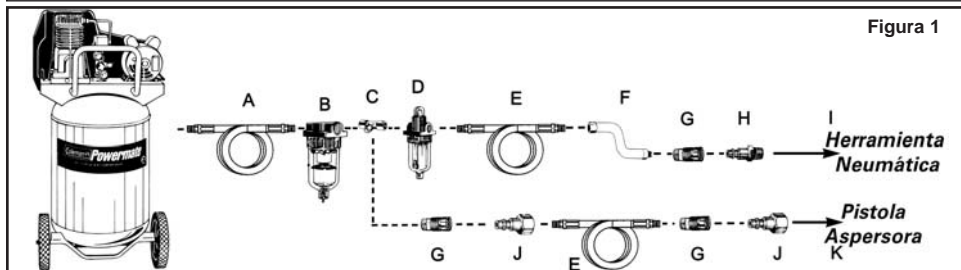

Figura 1
- Como práctica estándar, drene el agua del tanque del compresor de aire y las tuberías de aire antes de utilizar la herramienta cada día (consulte el manual del usuario del compresor para obtener instrucciones detalladas). **NOTA: En caso de no instalar equipos adecuados de eliminación de aceite/agua, se dañará la pistola aspersora o la pieza de trabajo (ver Figura 1).**